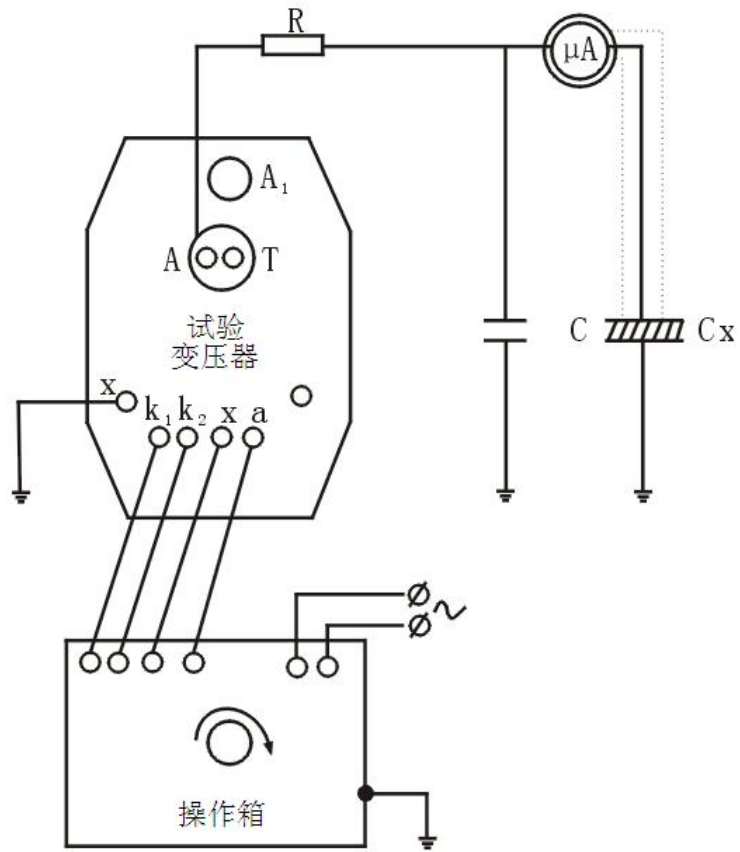

图 2 试验现场接线示意图
1.5 试验现场布置 (请见图 2)
1.6.1 按图 2 接线，根据试验项目所需要，选择高压输出端：